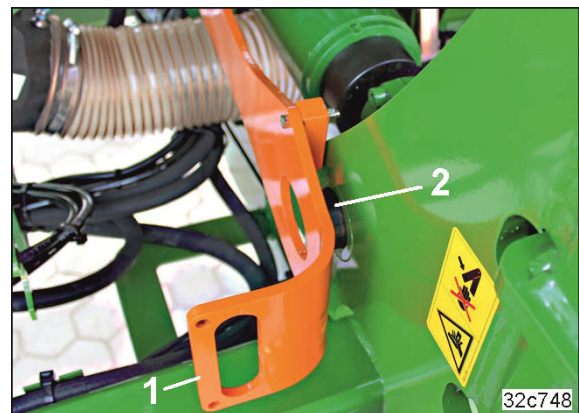

Fig. 183
- 3.1 Die Verriegelung (Fig. 183/1) soweit vorziehen, bis sie von der Arretierung (Fig. 183/2) freikommt.